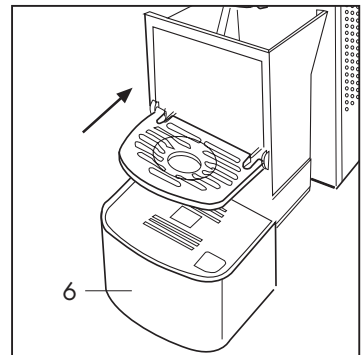

Abb. 25
Setzen Sie danach die Schale mit dem Kapselsammelbehälter und den Becher (13) wieder richtig in den Sitz ein (**Abb. 25**).